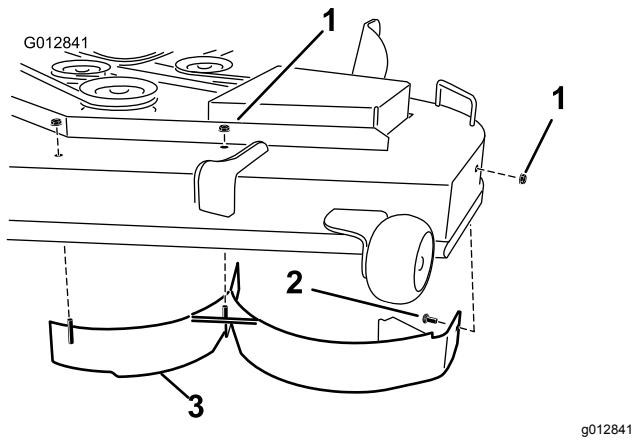

Bild 29
- Entfernen Sie die zwei Sicherungsmuttern (5/16"), mit denen die geschweißten Streben des linken Ablenkblechs oben am Mähwerk in der Mitte und links von der Mittelstellung befestigt sind (Bild 29). Entfernen Sie die Schlossschraube und die Sicherungsmutter an der Seitenwand des Mähwerks, die das linke Ablenkblech am Mähwerk befestigen.
7. Entfernen Sie das linke Ablenkblech vom Mähwerk, wie in Bild 29 dargestellt.